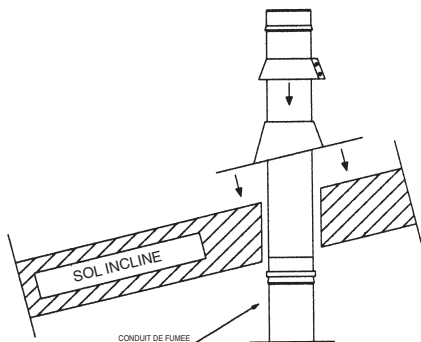
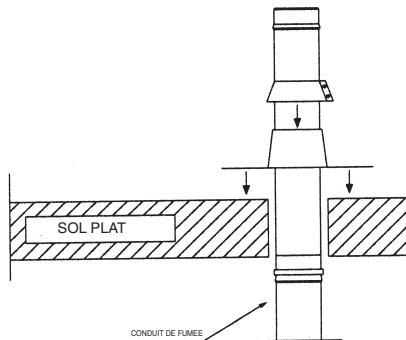

FIG. 4a Schéma de montage du solin incliné avec collet anti-intempéries
FIG. 4b Schéma de montage du solin incliné avec collet anti-intempéries
- 2) Envelopper le tube et le cône du solin avec le collet anti-intempéries en serrant les vis et en fermant hermétiquement le tout avec un voile de silicone, comme illustré dans la figure 4a et la figure 4b.